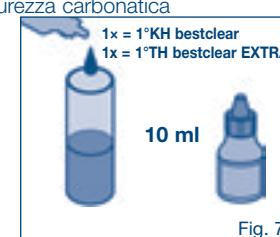

Fig. 7
- La durezza carbonatica potrebbe essere richiesta al fornitore di acqua oppure rilevata tramite una veloce verifica (test delle goccioline, Fig. 7). In base alla durezza carbonatica e all'utilizzo, può essere scelta la regolazione bypass e rilevata la capacità filtrante tipica dalla tabella 1 nel capitolo 10.